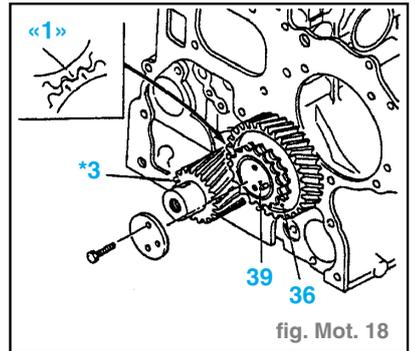

fig. Mot. 18
- Mettre l'ensemble pignon de renvoi et roue dentée **36** en place sur l'axe de pignon de renvoi **39** en faisant coïncider le repère «1» avec celui du pignon de vilebrequin \*3. (fig. Mot. 18)